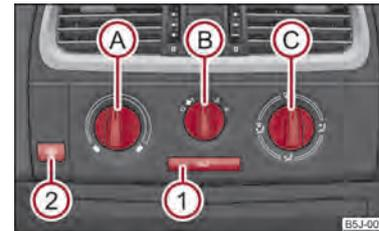

Fig. 74 Riscaldamento: Comandi
Il flusso d'aria delle bocchette di ventilazione si regola con la manopola , ⇒ fig. 74. Le bocchette 3 e 4 possono chiudersi e aprirsi singolarmente:
- Ruotare la manopola  ⇒ fig. 74 in senso orario per aumentare la temperatura.
- Elementi di comando **(A)**, **(B)**, **(C)** e il tasto **(1)** ⇒ fig. 74.
- Premere il tasto   ⇒ fig. 74; la spia nel tasto si illumina.
Se la manopola  si trova in posizione  ⇒ fig. 74, il ricircolo si disinserisce automaticamente. Premendo ripetutamente il tasto  è possibile reinserire il ricircolo anche in questa posizione.